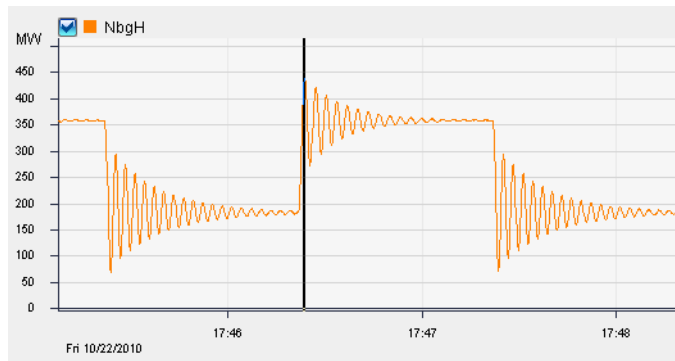

Bild 3-21 Diagramm mit berechneter Kurve
- Die periodische Zuschaltung einer hohen Last verursacht Leistungspendelungen, die gut gedämpft sind, siehe Bild 3-21.